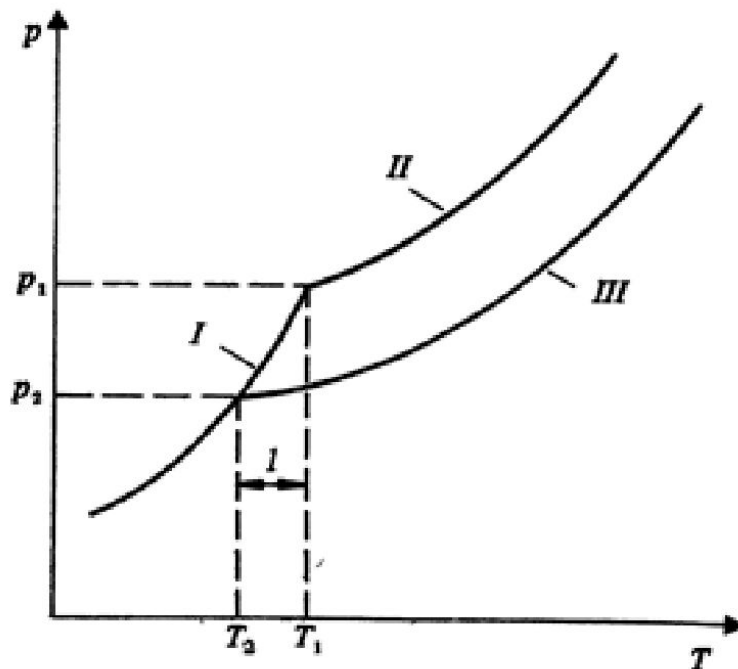

Рис. 9.5. Кривые давления пара для твердого (I) и жидкого (II) чистого растворителя, а также раствора (III):  $l$  — понижение температуры замерзания
Температура замерзания (точка замерзания) раствора ниже, чем чистого растворителя. На рис. 9.5 показано, каким образом *понижение температуры замерзания обусловлено* понижением давления пара растворителя при внесении в него растворяющегося вещества.
На рис. 9.5:  $T_1$  — это температура замерзания растворителя, т. е. точка пересечения кривых давления пара над чистым твердым (I) и жидким (II) растворителем;  $T_2$  — это температура замерзания раствора. Так как давление пара над раствором меньше давления пара над чистым растворителем, раствор замерзнет по сравнению с растворителем при более низкой температуре, т. е.  $T_2 > T_1$ .